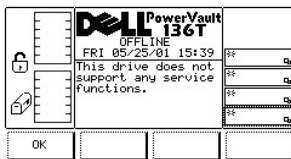

Figure 120. Service > Dialogue Drives Service
- 1 Si la touche de fonction **OK** est enfoncée, les valeurs courantes sont acceptées et le sous-menu Drive Service Function s'affiche. Reportez-vous à la Figure 120.
Lorsque le lecteur est sélectionné, le dialogue Drive Service s'affiche. Reportez-vous à la Figure 120.